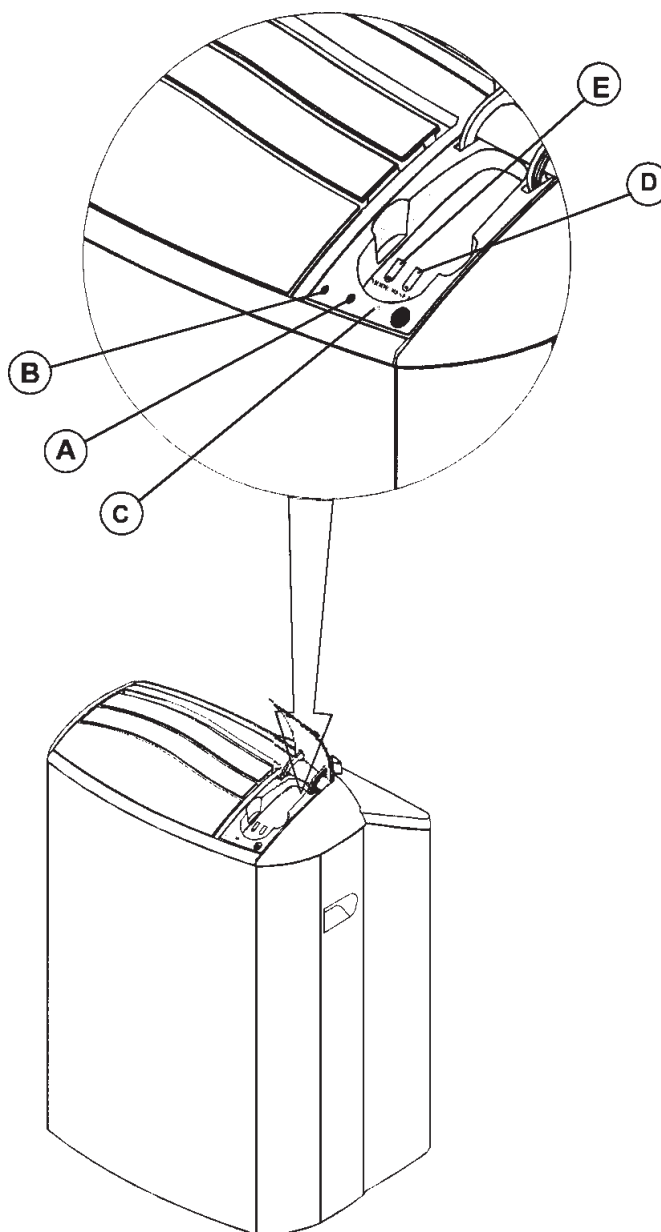

Рис. 10
### **ИНДИКАТОР ЗАГРЯЗНЕНИЯ ФИЛЬТРА И ПЕРЕПОЛНЕНИЯ ЕМКОСТИ ДЛЯ СБОРА КОНДЕНСАТА (см. поз. С на рис. 10)**
### **КНОПКИ УПРАВЛЕНИЯ (см. поз. Е и D на рис. 10)**
## ИНДИКАТОРЫ И КНОПКИ УПРАВЛЕНИЯ, РАСПОЛОЖЕННЫЕ НА КОНДИЦИОНЕРЕ (см. рис. 10)
## УПРАВЛЕНИЕ КОНДИЦИОНЕРОМ (см. рис. 10 и 11)
Для включения кондиционера нажмите кнопку ВКЛ/ОТКЛ (1). О начале работы будет свидетельствовать загоревшийся на кондиционере индикатор РАБОТА (поз В, рис. 10). Обратите внимание на то, что при включении на ЖК-дисплее (11) отображается тот режим и те настройки, которые использовались перед отключением.